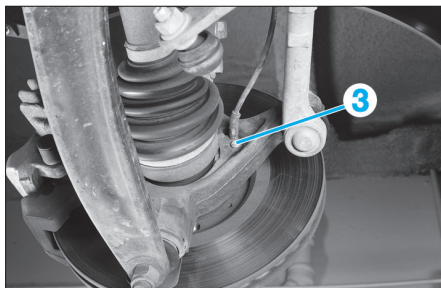

Fig. 26
- le capteur de vitesse de roue (ABS) (3) (Fig.26),